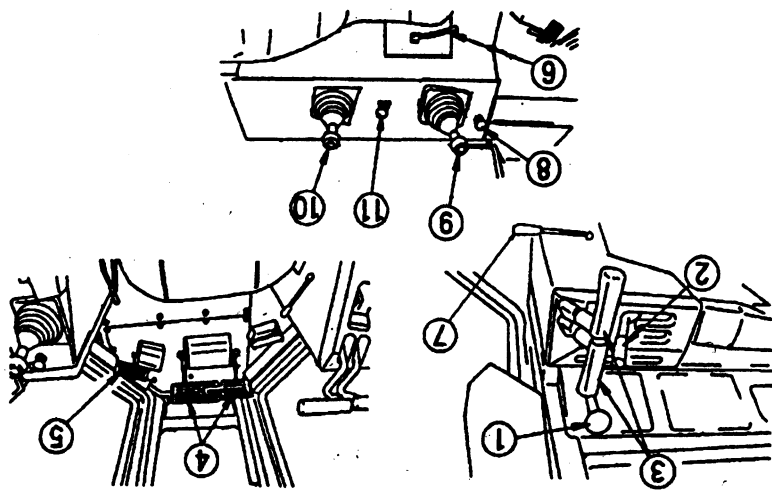

Рис. 2-3.
2.2.1. Работа органов управления (рис. 2-3).